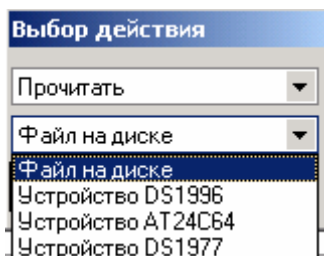

Рис.39
2.1 Из файла содержащего конфигурацию расположенного на жестком диске ПК или сменном носителе - выбрать в верхнем списке «Прочитать», а в нижнем – «Файл на диске» (рис.39);
2.2 Из ключа DS1996 - выбрать в верхнем списке окна «Прочитать», а в нижнем – «Устройство DS1996» (рис.39);
2.3 Из микросхемы памяти AT24C64 - выбрать в верхнем списке окна «Прочитать», а в нижнем – «Устройство AT24C64» (рис.39);
2.4 Из ключа DS1977¹ - выбрать в верхнем списке окна «Прочитать», а в нижнем – «Устройство DS1977» ; (рис.39)